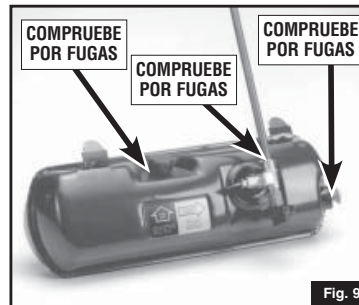

Fig. 9
■ **COMPRUEBE SI HAY FUGAS** de una o más formas. Vea si hay o una neblina de combustible o lo que parece ser humedad de combustible sobre las superficies. Escuche por un siseo de gas escapándose. Huela por olor de combustible. No use nunca una llama. No la use si tiene una fuga. (Fig. 9)